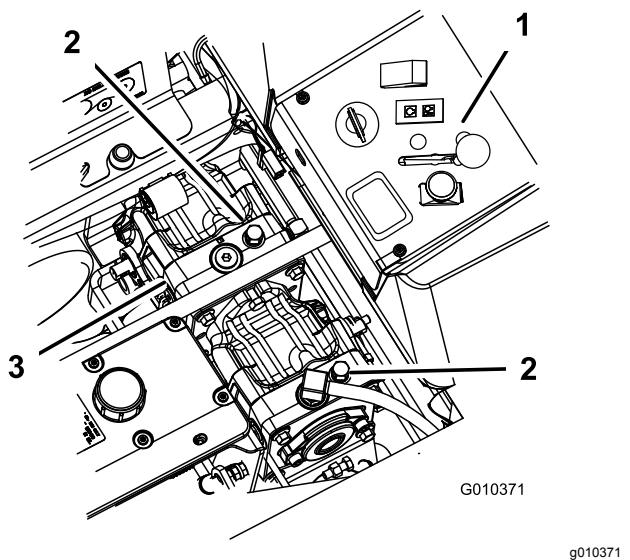

Figure 35
3. Tournez les vannes de dérivation d'un tour dans le sens antihoraire pour pousser la machine.Figure 35
Tournez les vannes de dérivation d'un tour dans le sens horaire pour conduire la machine (Figure 35).